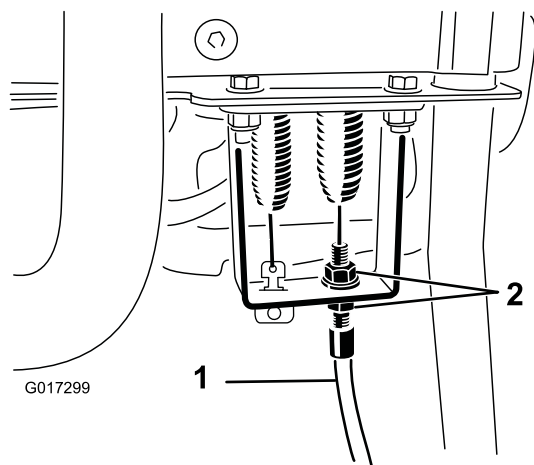

Figura 52
4. En el soporte de pasamuros de la palanca de control, afloje el cable de control del molinete hasta que haya holgura en el cable (Figura 52).